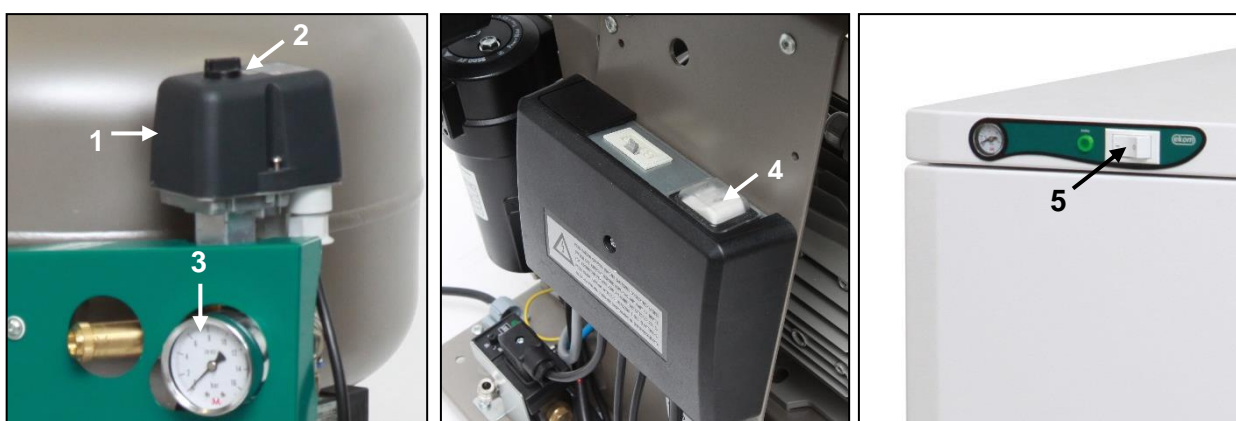

Abb. 13
- Kontrollieren Sie die Position des Trennschalters um sicherzustellen, dass dieser auf der „I“-Position steht. Drehen Sie den Schalter (4) auf die „I“-Position, wenn er zuvor auf der „0“-Position stand. (Abb. 13)
- Drehen Sie bei Kompressoren mit Schrankeinbau den Schalter (5) an der Vorderseite des Schrankes auf die „I“-Position; eine grüne Lampe zeigt an, dass das Gerät in Betrieb ist. (Abb. 13)
(Abb. 13)